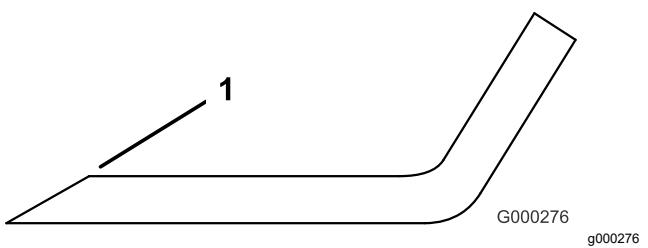

**Figura 98**
2. Examine cuidadosamente as extremidades da lâmina, prestando especial atenção à zona onde se encontram as partes curvas e planas da lâmina (Figura 98).
**Nota:** A areia e os materiais abrasivos podem desgastar o metal entre as partes plana e curva da lâmina; por isso, verifique a lâmina antes de utilizar a máquina. Se verificar que esta zona se encontra desgastada (Figura 98), substitua a lâmina.